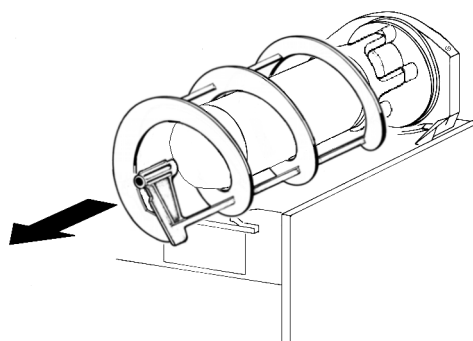

figura 8
- 3 Desenfiar del evaporador el rascador exterior (ver figura 8)